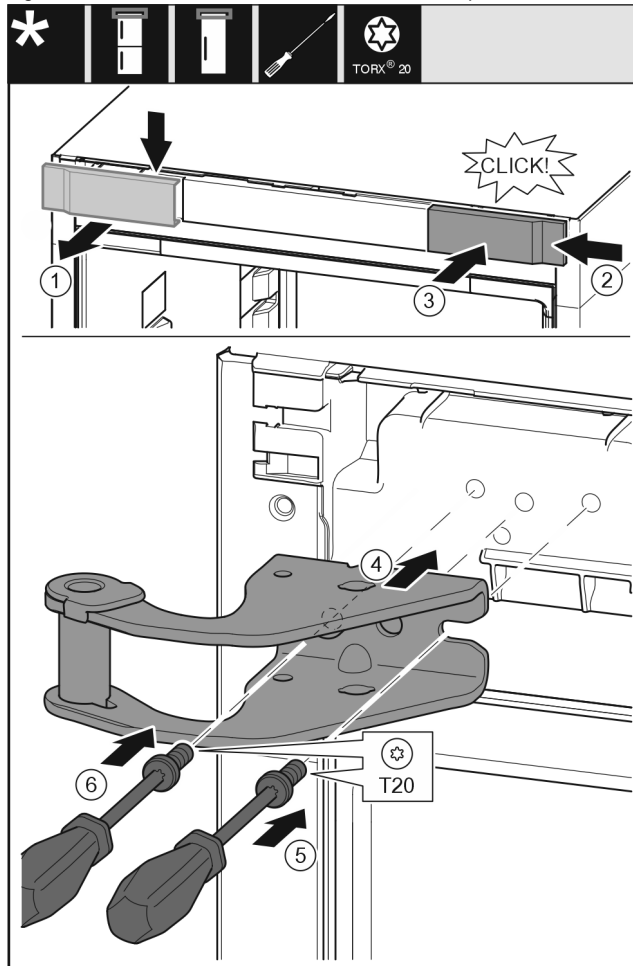

Fig. 11
- Hiqni kapakun mbulues nga lart duke e tërhequr përpara. Fig. 11 (1)
- Futni kapakun të rrotulluar me 180°, në anën tjetër nga e djathta. Fig. 11 (2)
- Mbërtheni në vend kapakun mbulues. Fig. 11 (3)
- Vendosni bazamentin mbështetës të sipërm. Fig. 11 (4)
- Vendosni vidën me një kaçavidë T20 dhe shtrëngojeni fort. Fig. 11 (5)
- Futni në vend vidën me një kaçavidë T20 dhe shtrëngojeni fort. Fig. 11 (6)